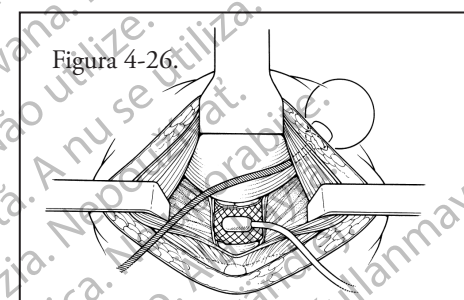

Figura 4-26.
7. Realice una disección roma para crear un espacio para el balón en el espacio prevesical. Coloque el balón en el espacio prevesical. **(Figura 4-26)**